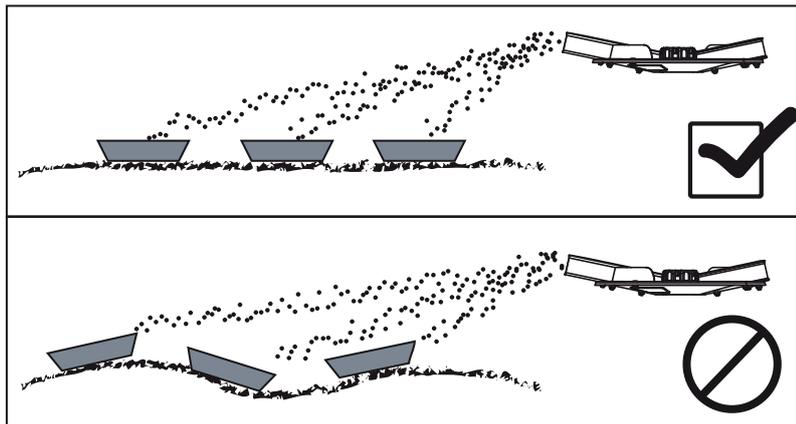

Bild 7.20: Aufstellung der Auffangschalen
- Die Auffangschalen waagrecht aufstellen. Schräg stehende Auffangschalen können zu Messfehlern führen (Bild 7.20).